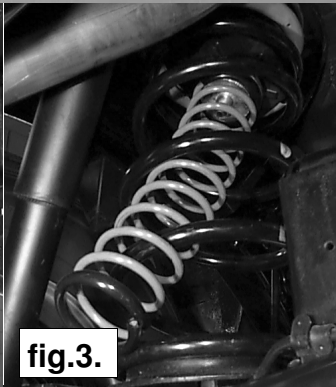

fig.3.
5. Vissez ensuite le ressort de renfort vers le haut jusqu'à ce qu'il soit entièrement dans le ressort principal. Et placez le ressort de renfort sur la coupelle **B**. Voir fig.3.
5. Skruva upp hjälpfjädern inuti huvudfjäder **C** och sätt hjälpfjädern på fjädersäte **B**. Se fig.3.